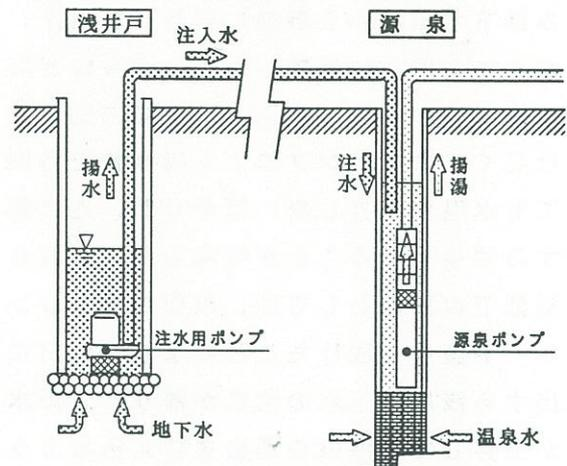

図5 注水法概略図
このため③案の「注水法」を採用し、図5に示すように源泉へ水を注入して、温泉量の増量を図った。その結果、泉温は50℃まで低下したものの、50ℓ/分の温泉を源泉から確保することに成功した。